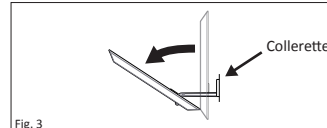

Fig. 3
- Peel and remove (2) pieces of protective strips from both pieces of tape on the supplied wall anchor brace bar. The tape is necessary to allow the supplied wall anchor brace bar to adhere to the back side of the wall for placement. (This will ensure that the bar will stay upright during installation.)
- Get supplied anchor, flip the bar downward at the end of the arm. The bar should be tilted up only slightly. (see Figure 3).
9. Détachez et retirez les (2) protections de chacun des deux morceaux de ruban adhésif situés sur la barre de support de l'ancrage mural. L'adhésif est nécessaire pour permettre à la barre de support de l'ancrage mural d'adhérer à l'arrière du mur, assurant ainsi un placement correct. (Cela permettra à la barre de rester droite pendant l'installation.)
10. Prenez l'ancrage fourni, inclinez la barre vers le bas à l'extrémité du bras. La barre doit être très légèrement inclinée vers le haut. (Fig. 3).